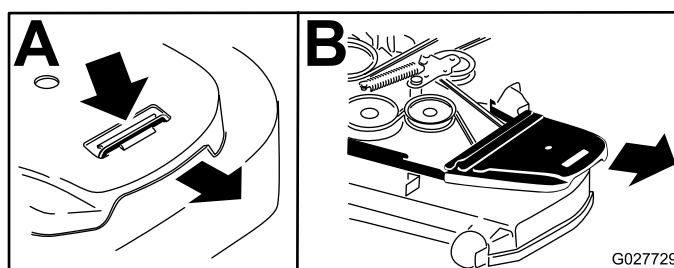

Figura 94
7. Togliete il paracinghia in plastica (Figura 94).
6. Togliete i copricinghia (Figura 94).